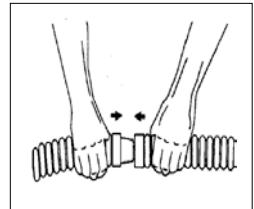

Abb. 4
Der Reiniger enthält elf (11) 81 cm lange Anschlusschläuche und einen (1) 81 cm langen Hauptschlauch mit einem grauen Endstück. Die Schlauchabschnitte des Reinigers miteinander verbinden, indem das Einsteckende eines Schlauchs kräftig in das Aufnahmeende eines anderen Schlauchs gedrückt wird (Siehe Abb. 4). Je nach Größe und Form Ihres Schwimmbeckens ist es nicht immer erforderlich, alle Schläuche zu verwenden. Für den einwandfreien Betrieb Ihres Reinigers **MUSS DER HAUPTSCHLAUCH IMMER** angeschlossen werden. Es ist nicht nötig, die Schläuche bis zum Anschlag einzuführen, aber sie **MÜSSEN** einen ausreichenden Halt aufweisen, um Luftverluste zu vermeiden. Das Befeuchten der Schlauchenden erleichtert ihre Verbindung.